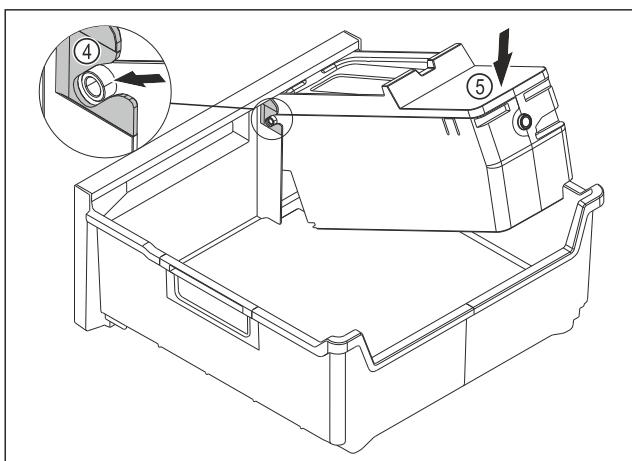

Fig. 110
- Смонтируйте корпус EasyTwist-Ice: Вставьте оси корпуса EasyTwist-Ice в направляющие Fig. 110 (4).
- Вдавите корпус EasyTwist-Ice Fig. 110 (5) вниз.